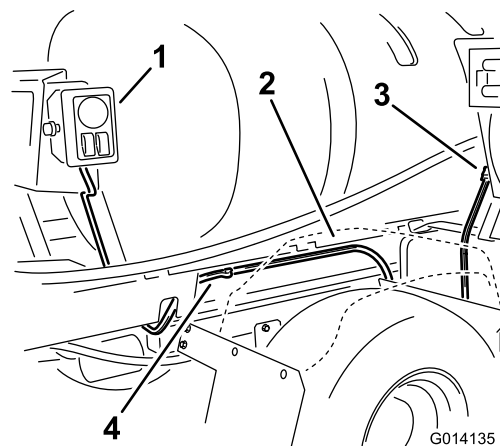

図 18
6. Aコントロール・ボックスに戻り、残りのハーネス（ホース・リール・コネクタがついている）をタンク・スキッドと右後部フェンダの間から車両前方向へ引く（図 18）。押し嵌めコネクタ（2個）を使用して、ハーネスをタンク・スキッドのフレームに固定する。